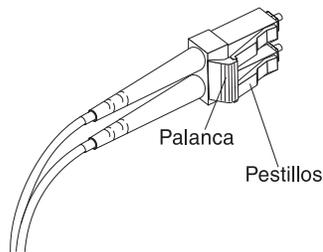

Figura 19. Pestillos y palanca del cable de Canal de fibra LC-LC
1. En el extremo del cable LC-LC que se conecta con el módulo SFP o adaptador de bus de host, presione y mantenga presionada la palanca para liberar el pestillo, tal como se muestra en la Figura 19.